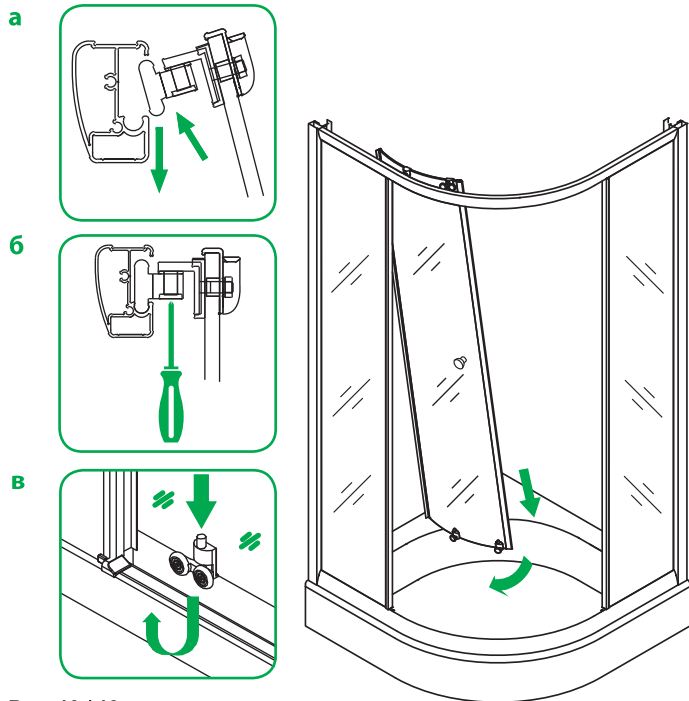

Рис. 10 / 10-сур.
11. Установите стеклянную дверь в верхние и нижние направляющие профили (рис. 10). Произведите регулировку роликов для ровного и плотного смыкания дверей (рис. 10б).